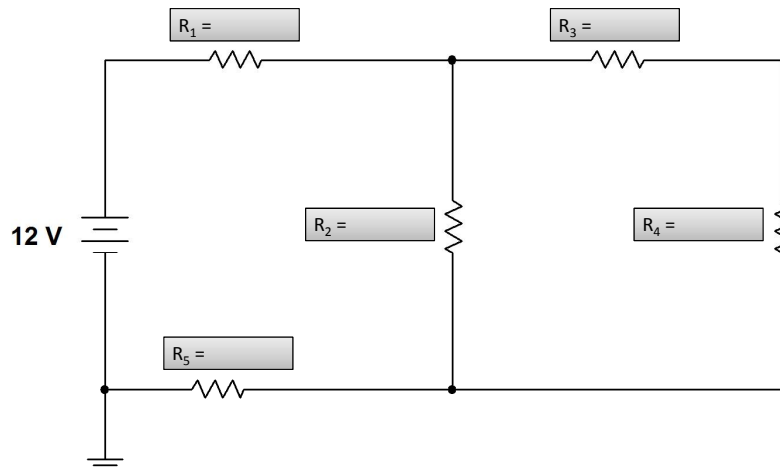

Figura 4: Circuito de 5 resistores y una fuente de voltaje.
1. Del circuito mostrado en la figura 4, calcule los datos faltantes, realizar los cálculos empleando el editor de ecuaciones de Word y agregarlos en la sección correspondiente.